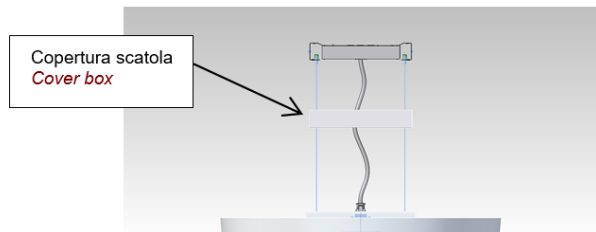
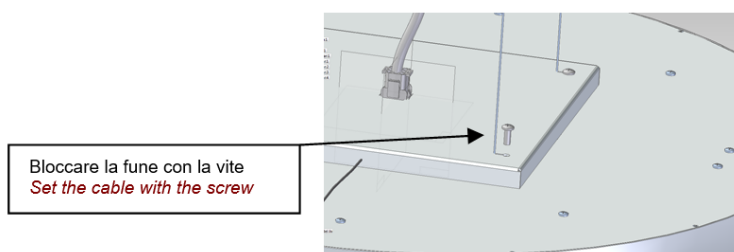

Fig. 6
Fig. 7
6. Fissare quindi i cavetti di sospensione sulla plafoniera facendo passare la pallina della fune all'interno del foro e quindi fissare la vite per bloccare la fune. I cavi devono passare per i fori della copertura (Fig.6) e quindi bloccarli facendoli passare per il bloccafune di sicurezza (Fig. 7,8). ATTENZIONE: non sostenere la plafoniera dal diffusore circolare, maneggiare la plafoniera solo per il perimetro!
6. Fix the suspension cables on the luminaire, inserting the terminal little ball on the hole, then fasten the screw to block the cable. The cables must get through the holes on the cover of the ceiling square rose (Fig. 6), then fix them by the means of the blocking cable device (fig. 7,8). ATTENTION: do not carry the weight of the luminaire directly on the rounded plastic diffuser, handle the lamp with care on the perimeter!